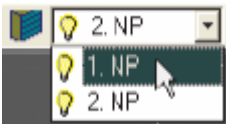

Рис. 1.5-1
1. Переключитесь в первый этаж. Возле надписи 2.NP/2.НЭ на верхней планке нажмите кнопку со стрелкой. Появится шторка. Переместите курсор на строку с текстом 1.NP/1.НЭ, и щелкните левой кнопкой мыши (Рис. 1.5-1).